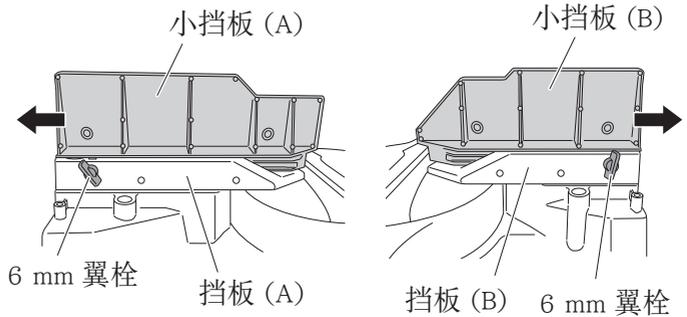

图 13
### 4. 确认使用副挡板 (A) (图 13)
进行直接角度切割和左斜角切割时，请使用副挡板 (A)。这样就可以实现对具有宽大背面的材料进行稳定的切割。右角度进行切割时，拧松 6 mm 翼栓，然后向外滑动副挡板 (A) 并取下，如图 13 所示。
### 5. 确认使用副挡板 (B) (图 13)
本电动工具配备有副挡板 (B)。在直接角度切割和右斜角切割中，请使用副挡板。左角度进行切割时，拧松 6mm 翼栓，然后向外滑动副挡板 (B)，如图 13 所示。